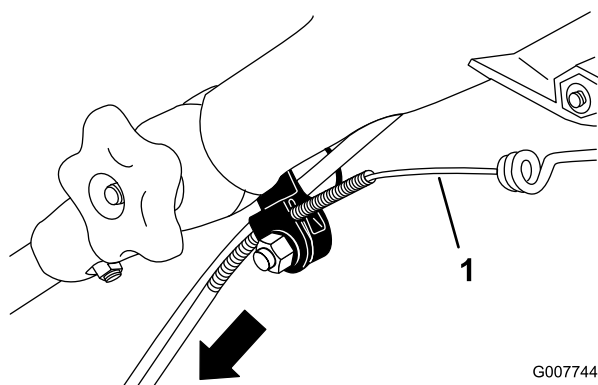

Рисунок 50
3. Тяните за оболочку тросика вниз до тех пор, пока не будет выбрана вся слабина на открытой части тросика (Рисунок 50).